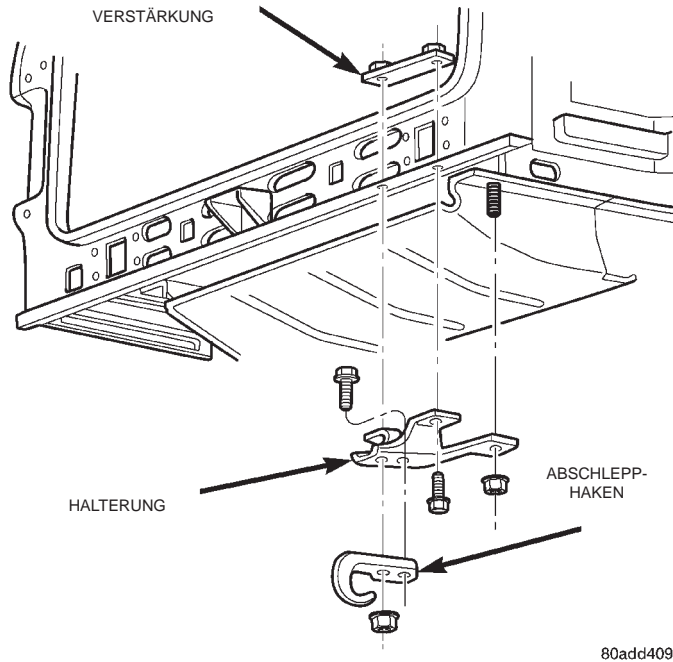

Abb. 5 Hinterer Abschlepphaken
(1) Die Befestigungsschrauben und -muttern lösen, mit denen der Abschlepphaken am unteren Querträger befestigt ist (Abb. 5).
(2) Den Abschlepphaken vom unteren Querträger lösen.